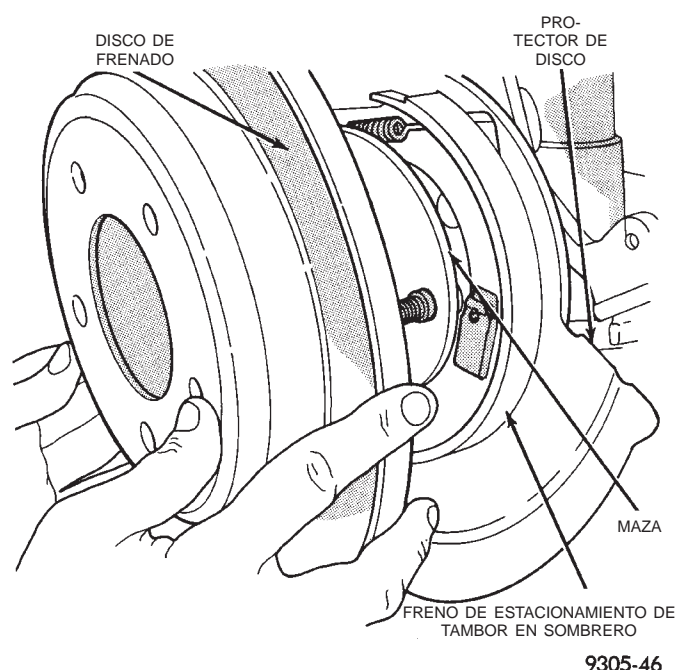
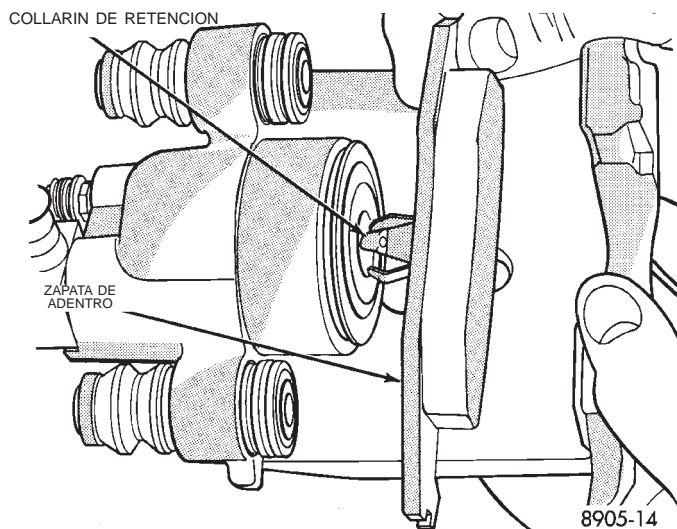

Fig. 77 Rotor de freno trasero
Fig. 79 Desmontaje de la zapata de freno de adentro
(6) Retire el rotor trasero del conjunto de maza/cojinete (Fig. 77). Inspeccione luego las zapatas de freno de estacionamiento de tipo tambor en sombrero y la superficie del freno de estacionamiento del rotor, para detectar posibles signos de daños o des-
(8) Tire de la pastilla de freno de adentro, hasta que el collarín de retención se libere de la cavidad del pistón. (Fig. 79).
(1) Retraiga completamente el pistón del calibrador para emplazarlo nuevamente en el hueco del pistón del conjunto de calibrador. Esto es necesario para la instalación del calibrador con conjuntos de zapata de freno nuevos.
(2) Lubrique los dos topes del adaptador con una cantidad generosa de Mopar® Lubricante multipropósito o equivalente.
(3) Instale el rotor trasero en la maza, asegurándose de que asiente a escuadra en la superficie de la maza (Fig. 77).
(4) Retire el papel de protección de la junta supresora de ruido de los conjuntos de pastillas de freno de adentro y de afuera (si estuvieran instalados).
(5) Instale el nuevo conjunto de zapata de freno de adentro en el pistón del calibrador, apretando con firmeza con los pulgares en el hueco del pistón (Fig. 79). **Asegúrese de que el conjunto de zapata de freno de adentro esté emplazado a escuadra contra la superficie del pistón del calibrador.**